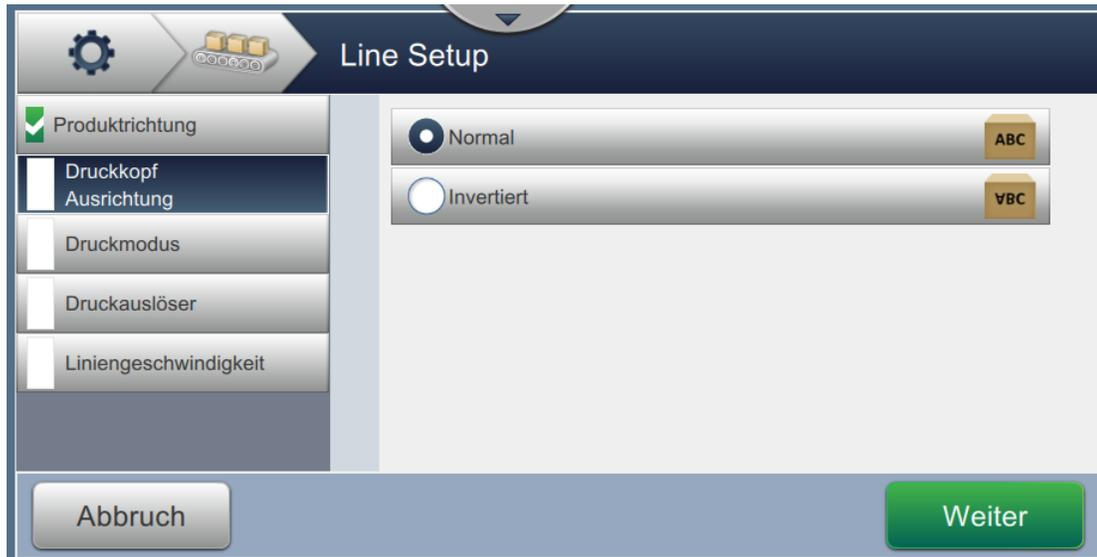

Abbildung 6-29: Linieneinrichtung – Druckkopfausrichtung.
1. Wählen Sie die Druckkopfausrichtung, wie dargestellt in Abbildung 6-29.